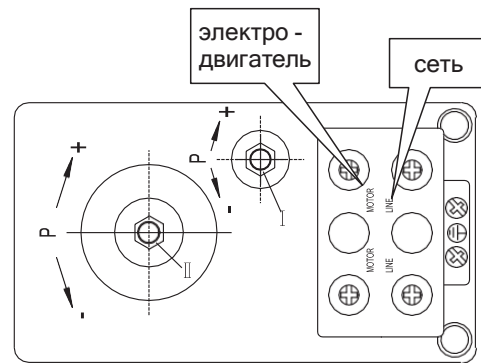

Рисунок 2
4. На крышке реле давления открутите крепежный пластмассовый винт с «-»-пазом (с прямым шлицом) и снимите крышку. Под крышкой расположены регулировочные гайки, указанные на рисунке 2 поз. (I), поз. (II).
5. Отрегулируйте предварительное давление в воздушной камере гидроаккумулятора насосной станции (резервуаре-накопителе), которое должно быть равно 1,5 бар. Со стороны воздушной камеры на корпусе гидроаккумулятора (с противоположной стороны от резьбового штуцера для подсоединения к системе водоснабжения) расположена декоративная крышка, под которой находится пневмоклапан (штуцер с золотником). Для создания необходимого давления можно использовать, например, автомобильный насос с манометром, подсоединив его к пневмоклапану. Добейтесь чтобы давление в воздушной камере гидроаккумулятора было равно 1,5 бар (атм.). Если есть необходимость произвести регулировку реле, следуйте приведенной ниже инструкции (рис. 2):
- поверните гайку (II) по часовой стрелке - так достигается установка более высокого предела отключения электронасоса по требуемой величине давления в системе водоснабжения;
- поверните гайку (I) против часовой стрелки - таким образом повышается разница между режимом включения и отключения реле давления электронасоса.